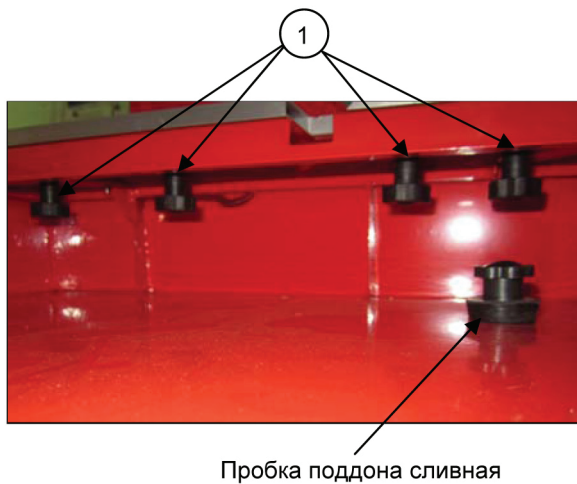

Рис. 11
1. Установите регулируемый упор с транспортом (1) напротив деления на упорной линейке (4) (например 7 см) и зафиксируйте его винтом (3). Угол транспорта установите в положение 0° .
2. Ослабьте винты фиксации (поз. 1, Рис. 11) левой части упорной линейки, расположенные со стороны поддона для воды и отрегулируйте расстояние от края упора транспорта до режущей кромки алмазного диска равное 7 см.
3. Перемещая упорную линейку (4) по направляющей отрегулируйте расстояние от края упора транспорта (1) до режущей кромки алмазного диска равное 7 см.
12. Периодически меняйте воду в поддоне, так как грязная вода может засорить насос и вывести его из строя. Для слива воды из поддона снимите узкую столешницу рабочего стола и вытащите сливную пробку поддона (Рис. 11).